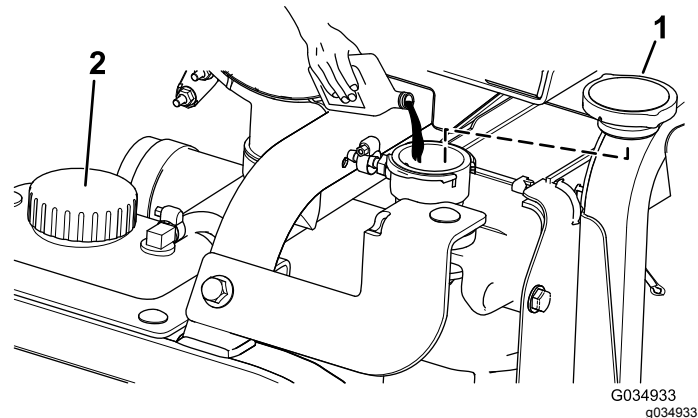

Figura 125
5. Llene el radiador de refrigerante hasta que el nivel de refrigerante llegue al borde del orificio de llenado (Figura 125).